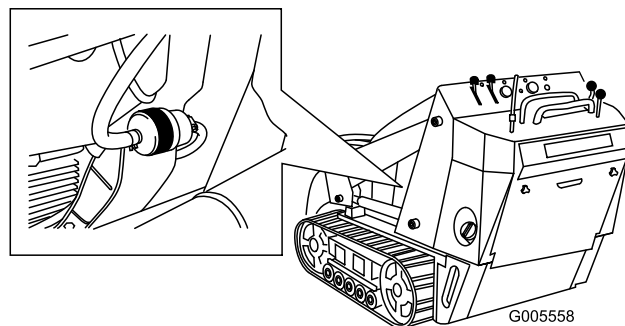

Bild 38
4. Klemmen Sie die Kraftstoffleitungen auf beiden Seiten des Kraftstofffilters fest (Bild 38).
5. Drücken Sie die Enden der Schlauchklemmen zusammen und schieben Sie sie vom Filter weg (Bild 38).